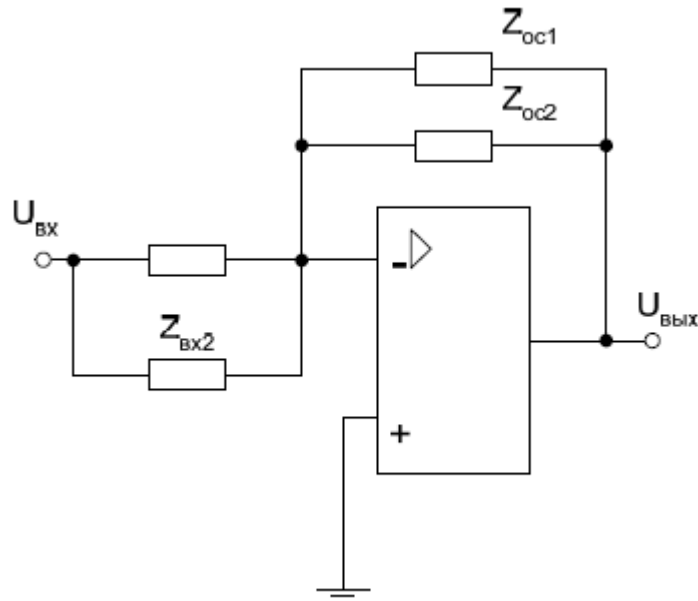

Рис. 2.1.
**Задача 1.** Записать передаточную функцию и построить ЛАХ звена, принципиальная схема которого представлена на рис. 2.1., данные для расчё-